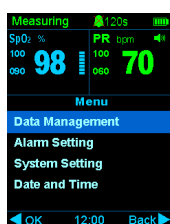

Fig.4-1
- 1) Appuyer sur l'interrupteur d'alimentation pendant 3 secondes pour allumer l'oxymètre. Appuyer ensuite sur le bouton menu pour accéder au menu principal (cf. fig. 4-1).